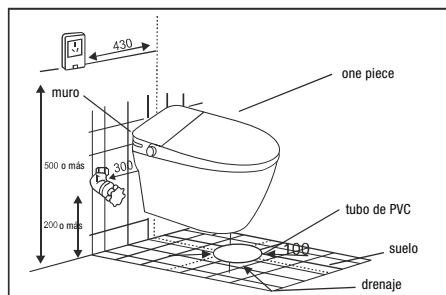

figura 1
La figura 1 muestra los principales componentes y procedimientos de instalación.
- Instale la válvula angular de entrada de agua (vea la figura 1)